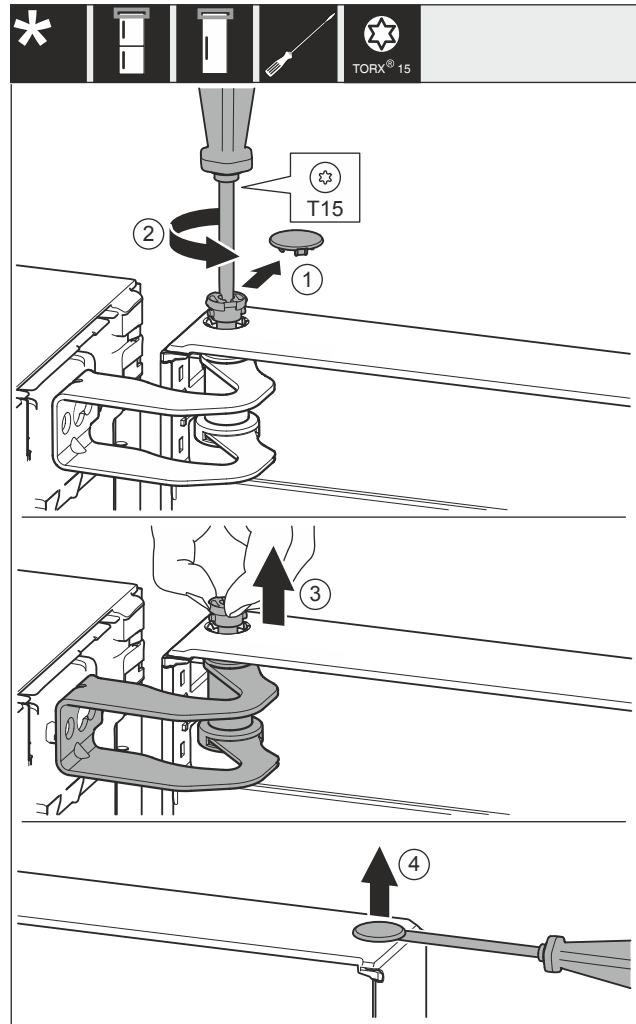

Fig. 8
- ▶ Обережно зніміть кришку Fig. 8 (1).
- ▶ Трохи викрутіть болт Fig. 8 (2) за допомогою викрутки.
- ▶ Витягніть болт Fig. 8 (3) пальцями.
- ▶ За допомогою викрутки обережно підніміть і витягніть кришку Fig. 8 (4).